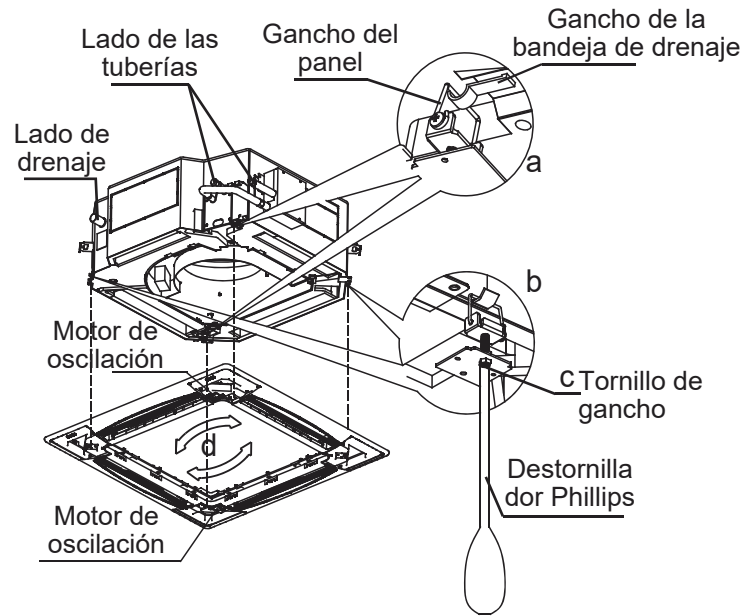

Figura 3.15
- (1) Alinee las secciones "LADO DE LA TUBERÍA" y "LADO DE DRENAJE" marcadas en el panel con la conexión de la tubería de cobre correspondiente y la conexión de la descarga de agua en el cuerpo de la unidad.
- (2) Durante la instalación, fije primero los ganchos del panel al motor de oscilación y los lados opuestos del panel en el cuerpo de la unidad a los ganchos de la bandeja de drenaje correspondientes (Véase Figura 3.15, a). Cuelgue a continuación los dos ganchos restantes del panel al soporte de suspensión correspondiente del cuerpo de la unidad de la unidad interior (véase Figura 3.15, b).
- (3) Coloque el alambre guía del motor de oscilación en la ranura de la tarjeta en el panel, y conecte los cables del motor de oscilación y la caja de indicadores desde el panel a las conexiones correspondientes en el cuerpo de la unidad, respectivamente. Tenga cuidado de usar una cubierta protectora para envolver los terminales de conexión y utilice un accesorio fiable para asegurar y reforzar el aislamiento de seguridad de los terminales.
- (4) Ajuste los cuatro tornillos de gancho del panel (véase Figura 3.15, c) para mantener el panel nivelado y levántelo uniformemente hasta el techo.
- (5) Ajuste el panel ligeramente en la dirección "d" (véase Figura 3.15, d), de modo que el centro del panel se alinee con el centro de la abertura del techo. Verifique que los ganchos en las cuatro esquinas estén seguros en sus posiciones.